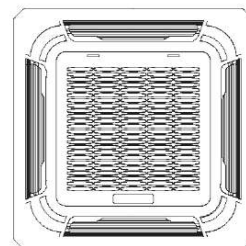

Fig. 5-13
- Dévissez les boulons, desserrez le cordon des caches d'installation, puis retirez-les. (Voir fig. 5-13)